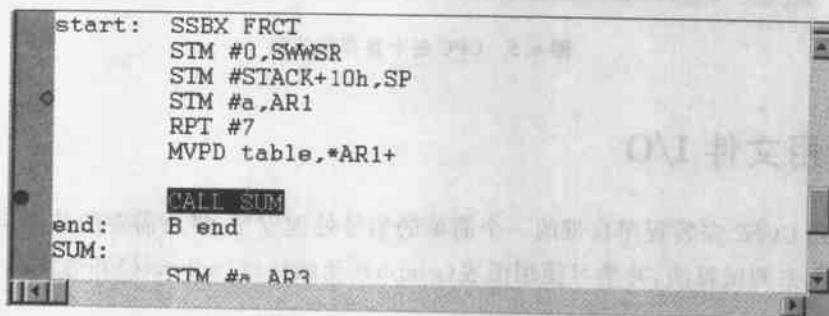

图 6.3 设置探测点和断点
(1) 在代码行“STM #a, AR1”处设置探测点,在代码行“CALL SUM”处设置断点,如图 6.3 所示。